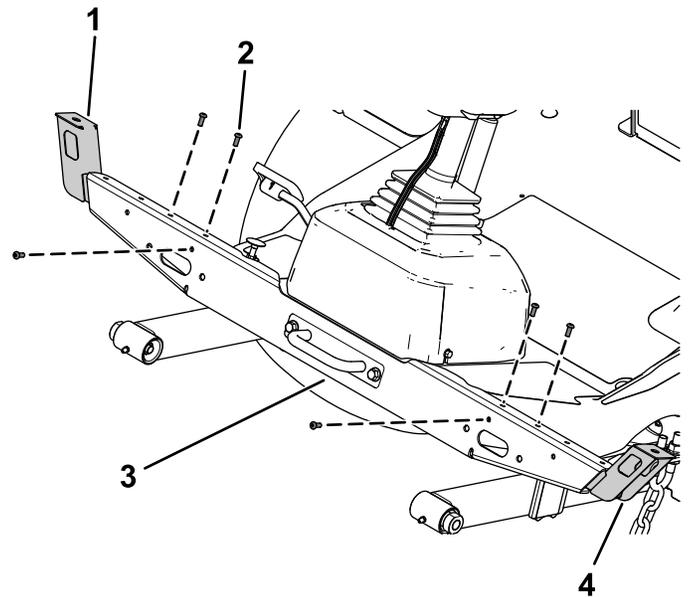

Figura 19
- Fije el bastidor de la luz izquierda y el bastidor de la luz derecha en el bastidor transversal de luces con 3 pernos de cabeza de botón (1/4" x 5/8") a través de las tuercas rápidas a cada lado (Figura 19).